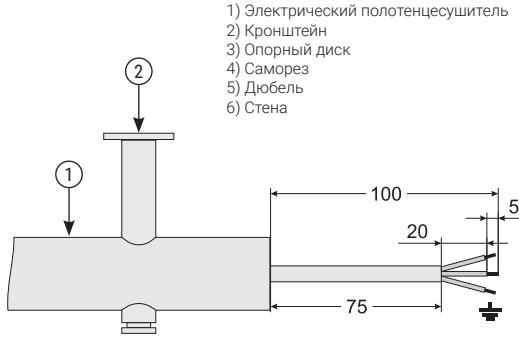
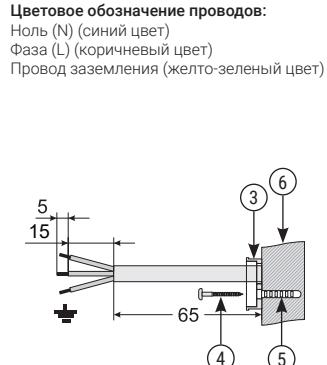

Рис.1
Рис.2
- 2.1. При подключении через скрытую проводку место крепления соединительной коробки должно совпадать с местом вывода кабеля из стены (рис. 1).
**ВНИМАНИЕ!** Провод должен быть трехжильным и заземленным. Провод ЭПС заземления (PE) имеет желто-зеленый цвет, фаза (L) – коричневый, ноль (N) – синий цвет.
**ВНИМАНИЕ!** Для правильной установки коробки скрытого подключения необходимо монтировать опорный диск широкой плоскостью наружу (рис. 2).
- 2.2. Перед монтажом необходимо обрезать сетевой провод, отступив от края изделия (ЭПС) примерно 100 мм (рис. 1).
- 2.3. Подготовить концы проводов для последующего соединения и зачистить их (рис. 1, 2).